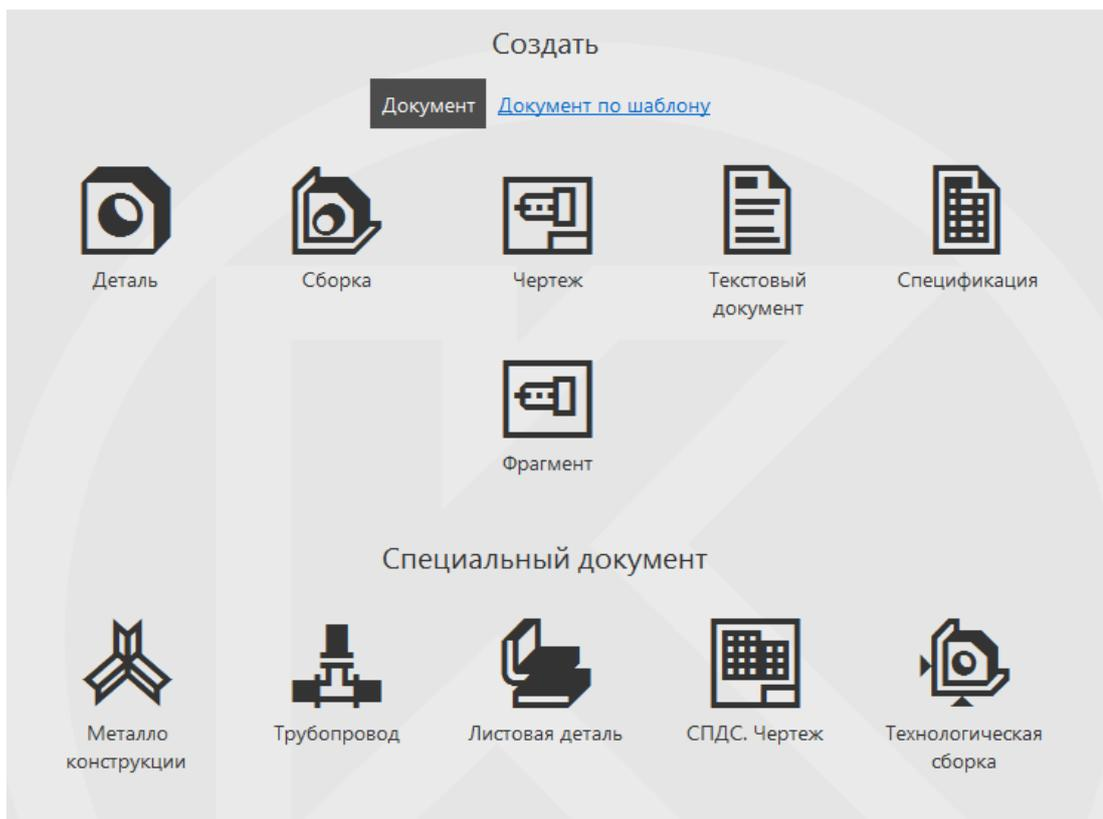

Рисунок 3.2
- 1 В окне приветствия КОМПАС 3D выберем Фрагмент (рис. 3.2).